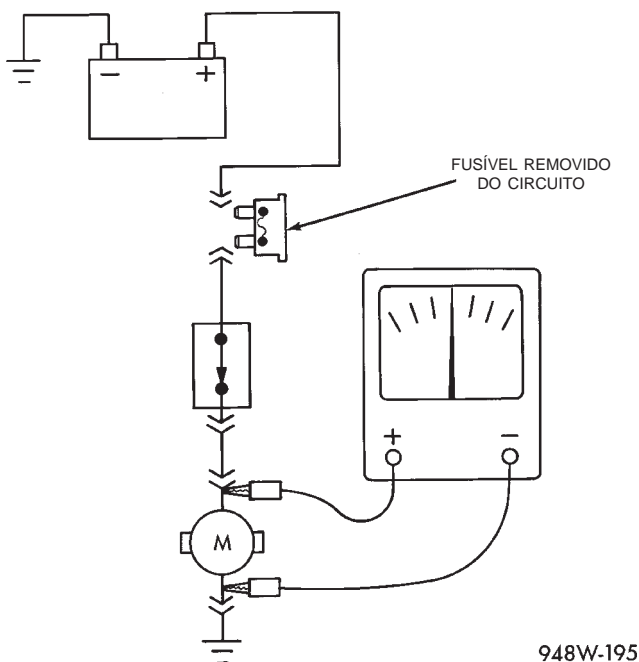

Fig. 9 Teste de Continuidade
- (1) Remova o fusível do circuito que está sendo verificado ou desconecte a bateria.
- (2) Conecte um fio do ohmímetro a um lado do circuito que está sendo testado (Fig. 9).
- (3) Conecte o outro fio a outra extremidade do circuito que está sendo testado. A resistência baixa ou a ausência de resistência indicam boa continuidade.